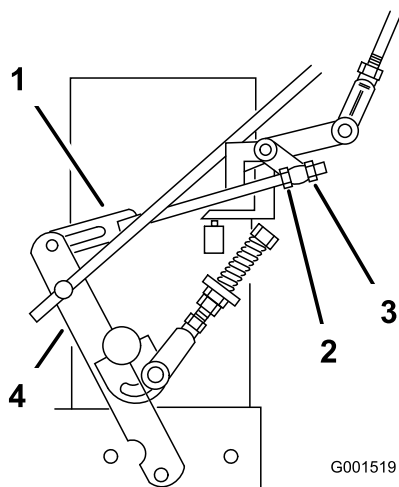

Figura 38
8. Afloje la tuerca de ajuste delantera del acoplamiento izquierdo del control hidráulico, según se muestra en Figura 38.
9. Gire la tuerca de ajuste izquierda trasera en el sentido contrario a las agujas del reloj hasta que la rueda gire hacia adelante (Figura 38).
10. Gire la tuerca de ajuste trasera en el sentido de las agujas del reloj, 1/4 de vuelta a la vez. Luego mueva la palanca de control de la velocidad hacia adelante y hacia atrás a punto muerto. Repita esto hasta que la rueda izquierda deje de girar hacia adelante (Figura 38).